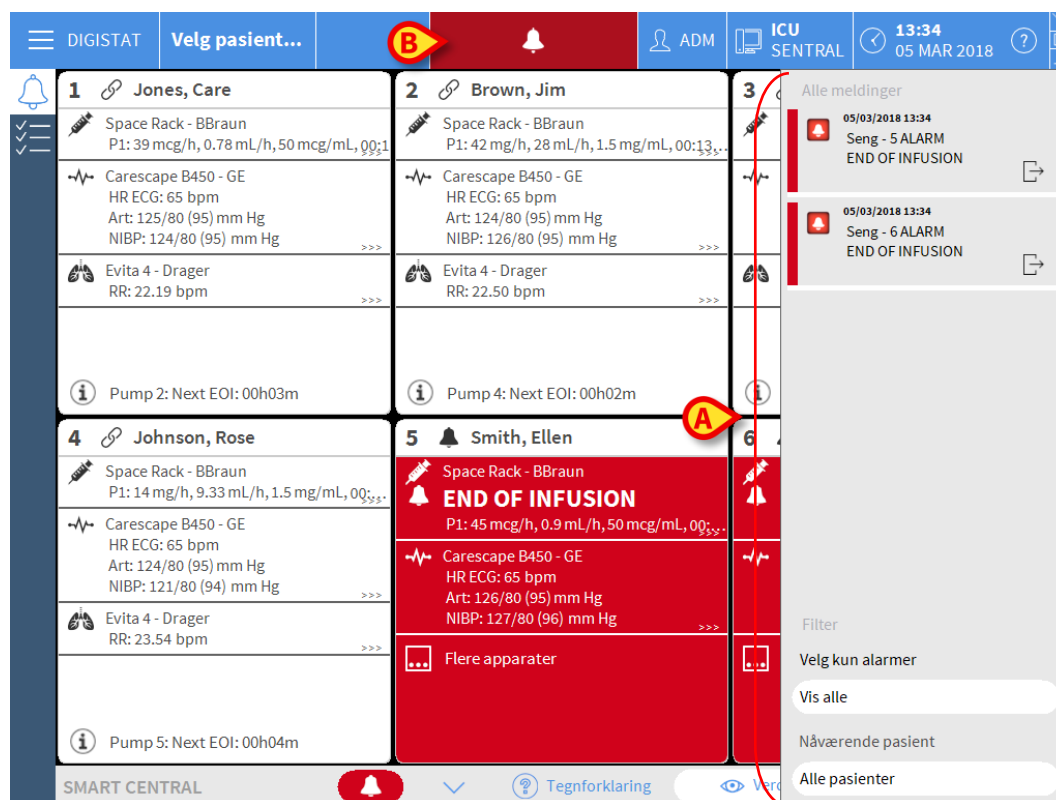
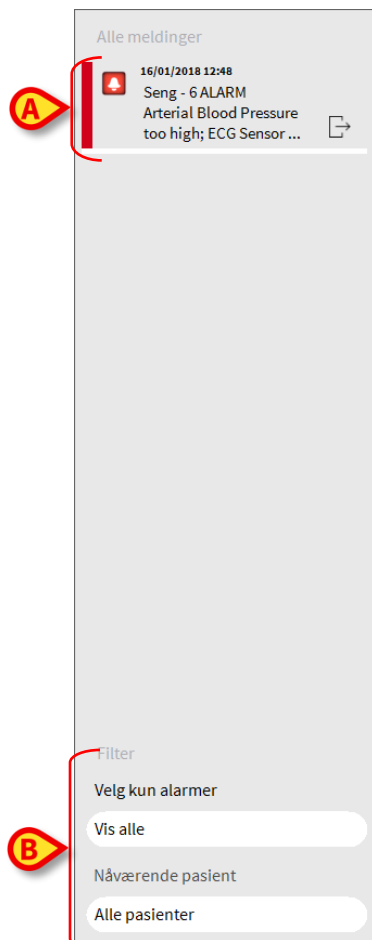

Fig. 75
Fig. 76
Et meldingsområde vises til høyre for Smart Central skjermen og oppgir ulike meldinger som er sendt fra de tilkoblede apparatene (Fig. 75 A, Fig. 76).
- Kun synlig etter at brukeren har klikket på DIGISTAT®-knappen på Control Bar (Fig. 75 B).
De ulike meldingene vises i kronologisk rekkefølge (de siste øverst – Fig. 76 A) og etter kritikalitet (alarmer med høy prioritet øverst, deretter alarmer med middels prioritet og til slutt alarmer med lav prioritet).
Nederst i området finnes fire ulike filter, slik at det er mulig å velge typen melding som skal vises (Fig. 76 B). De tilgjengelige filtrene er: